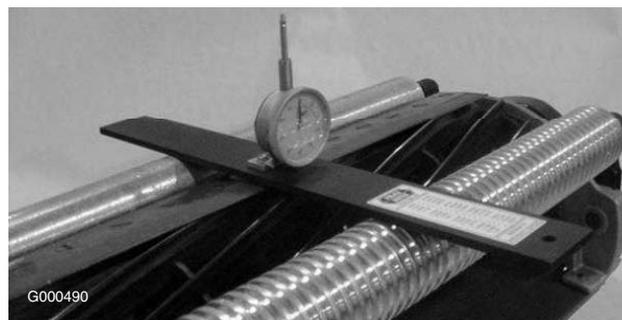

Bild 53
5. Haken Sie den Schraubenkopf an die Schnittkante des Untermessers ein, und stützen Sie das hintere Ende der Leiste auf der hinteren Rolle ab (Bild 53).